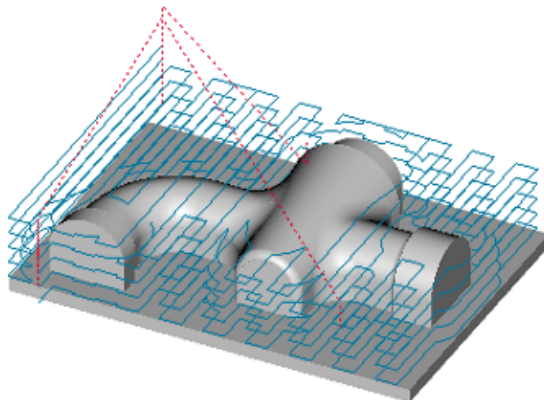

Рисунок 5.5 – Схема траєкторії руху інструменту при чорновій обробці
2. При виконанні команди «Процессор» буде показана траєкторія руху інструментів (рис. 5.5) і з'явиться діалог «Процессор» з повідомленням «Успешное выполнение». Натисніть кнопку «ОК».